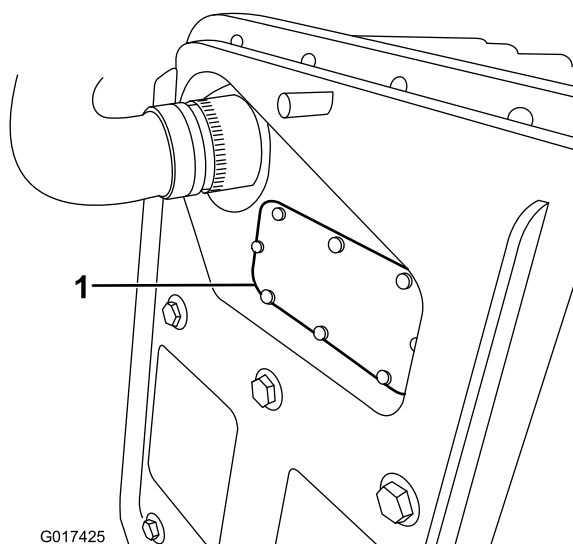

Figura 37
- B. Togliere il coperchio del fusibile (Figura 37).